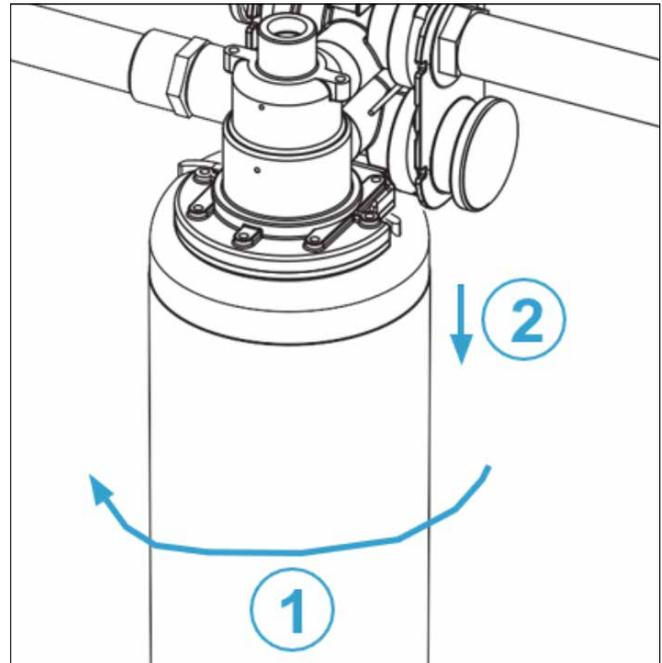

Figura 5. RIMOZIONE DELLA CARTUCCIA
1. Tenere la cartuccia con entrambe le mani e ruotarla rapidamente di un quarto di giro verso sinistra fino a sganciarla. L'acqua in entrata si interromperà automaticamente (Figura 5).